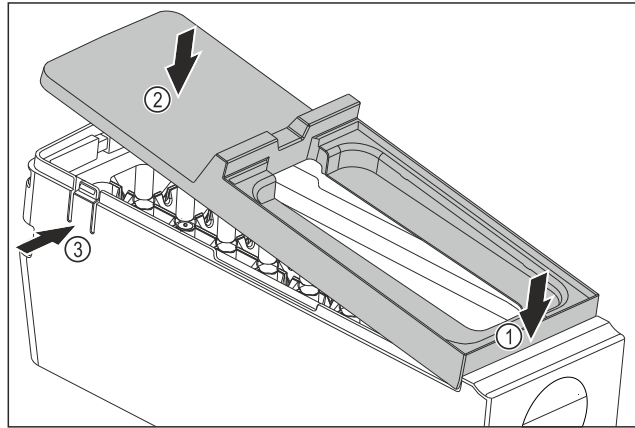

Fig. 82
- ▶ Afdekking van de EasyTwist-Ice-corpus monteren: Afdekking voor bevestigen. Fig. 82 (1)
- ▶ Afdekking achter neerlaten. Fig. 82 (2)
- ▷ Afdekking klikt hoorbaar in beide strips Fig. 82 (3) vast.